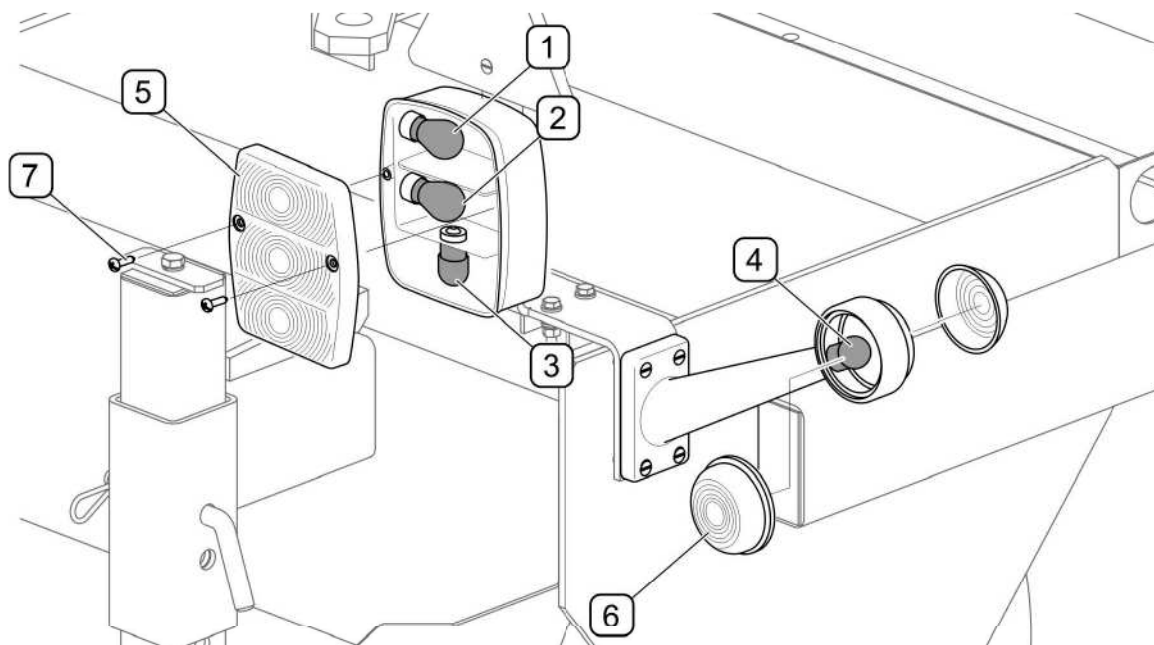

РИСУНОК 5.11 Замена лампочек.
(1)- лампочка указателя поворота; (2)- лампочка сигнала торможения; (3)- лампочка габаритного фонаря; (4)- лампочка бокового габаритного фонаря; (5)- колпак блок-фары; (6)- колпак габаритного фонаря; (7)- винты
После подсоединения к 7-пиновому разъему на тракторе проверьте функционирование световой сигнализации. Если перегорит лампочка в блок-фаре, нужно отвинтить винты (7) , крепящие колпак (5) фары, и заменить лампочку (РИСУНОК 5.11). Для замены лампочки габаритного фонаря необходимо вынуть колпак (6) из эластичного корпуса.
В случае неисправности в работе системы электропитания системы полива необходимо, в первую очередь, проверить уровень воды в баке и степень загрязнения фильтров (РИСУНОК 5.11), а также правильность подсоединения управляющего электропровода с выключателем и шланга, питающего насос подачи воды.